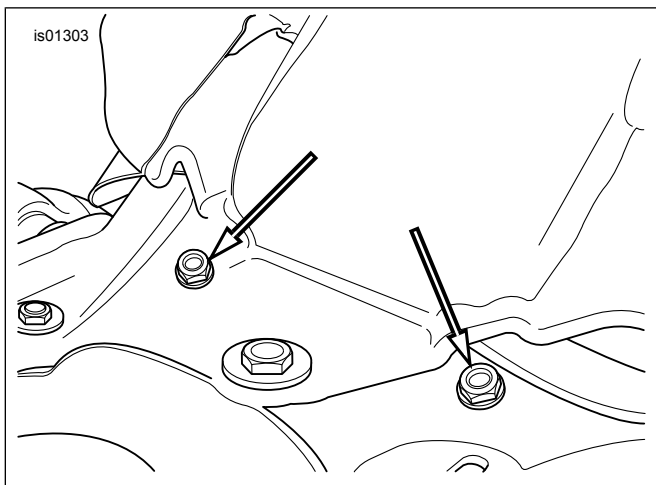

Figure 4. Retirer les écrous de la protection anti-éclaboussures (VRSCA/B/D 2002-2006)
3. Figure 4 Retirer les écrous de la protection anti-éclaboussures.